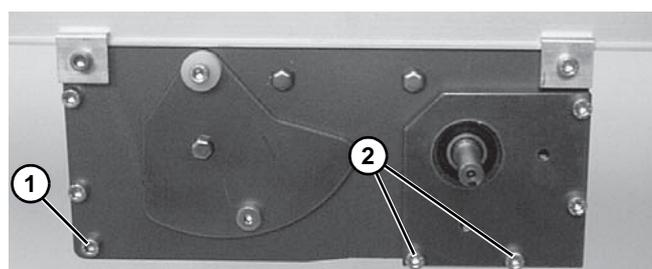

Figure 53
10. Serrer les vis placées en coin (Figure 53, élément 1) de chaque côté du module d'entraînement au couple de 9 N.m.
12. Réinstaller les vis de la porte du dispositif de tension (Figure 53, élément 2) de chaque côté du module d'entraînement. Serrer les vis au couple de 6,8 N.m.
Dans le cas d'un motoréducteur monté verticalement, les vis de la porte du système de tension (Figure 53, élément 2) sont placées sur un côté lorsque l'ensemble de montage du motoréducteur est installé.